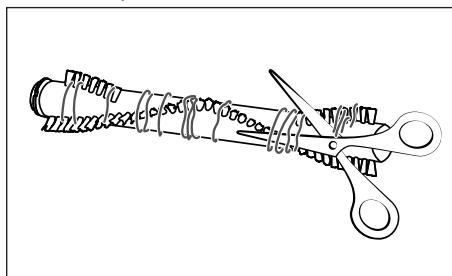

Fig. 26
- 4) Corte los hilos y pelos enganchados a lo largo de las cerdas del rodillo de cepillos ① con unas tijeras (consulte la fig. 26). Retire los hilos y pelos del rodillo de cepillos ①.